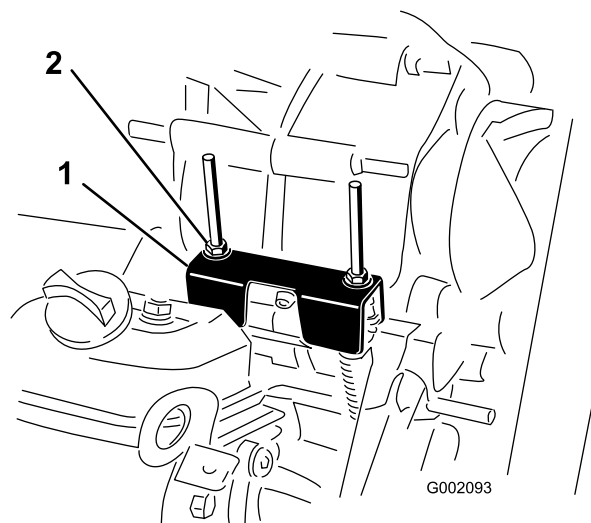

Bild 59
3. Drehen Sie eine der Sicherungsmuttern (Bild 59), um einen Abstand von 0,762 mm bis 1,524 mm zwischen der Unterseite der Mutter bzw. Scheibe und der Leerlaufhalterung zu erhalten.
Wenn Sie regelmäßige Wartungsarbeiten und/oder eine Motordiagnostik durchführen, müssen Sie das Getriebe in den LEERLAUF schalten (Bild 59). Der Ganghebel der Maschine hat eine NEUTRAL-Stellung, die den Leerlauf des Getriebes festlegt. Treffen Sie die folgenden Maßnahmen, um sicherzustellen, dass der Ganghebel in der Leerlaufstellung die Antriebsachse auch richtig auf Leerlauf schaltet:
2. Stellen Sie sicher, dass die Leerlaufhalterung in der NEUTRAL-Stellung ist (mit der Kabelbefestigungshalterung unter der Ganghalterung nivelliert), indem Sie die Antriebskupplung drehen (Bild 59).